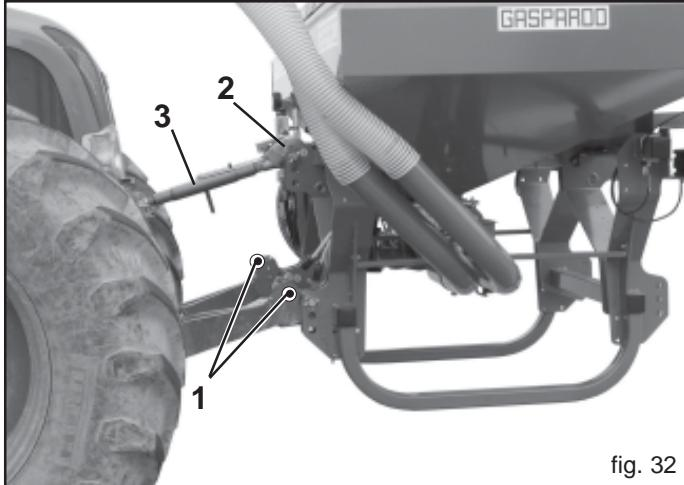

fig. 32
- 1) Enganchar las barras del elevador en los pernos predisuestos (1, Fig. 32). Bloquear con el pasador de muelle.
- 2) Conectar el tercer punto superior (2, Fig. 32); la clavija tiene que bloquearse con el respectivo pasador; a través del tensor de regulación (3, Fig. 32) tratar que la máquina se encuentre en posición perpendicular al terreno (Fig. 34).